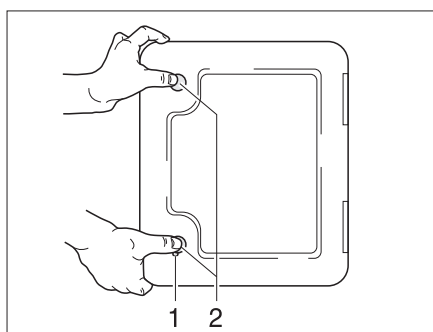

Fig. 158 Trampilla para el cassette Thetford
La trampilla de evacuación para el cassette Thetford (Fig. 158) está en la parte exterior del vehículo.
- Introducir la llave en el cilindro de cierre del cierre a presión (Fig. 158,1) y girarla un cuarto de vuelta en sentido de las agujas del reloj.
- Presionar ambos cierres a presión (Fig. 158,2) al mismo tiempo con el pulgar y abrir la trampilla para el cassette Thetford.